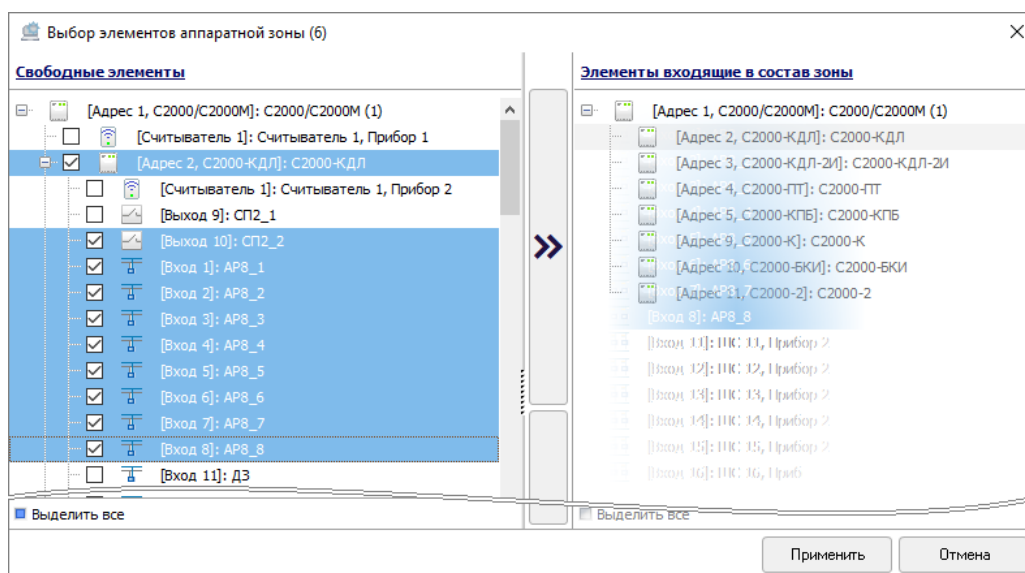

Рисунок 6-310 Добавление элементов и приборов в состав аппаратной зоны перетаскиванием
- в поле «Свободные элементы» выделите один или несколько элементов и/или приборов (для выделения сразу нескольких элементов/приборов нажмите на клавиатуре и удерживайте клавишу <Shift> для выбора диапазона или клавишу <Ctrl> для комбинированного выбора) и, удерживая нажатой левую клавишу мыши, перетащите выделенные элементы/приборы в поле «Элементы, входящие в состав зоны» (см. Рисунок 6-310).